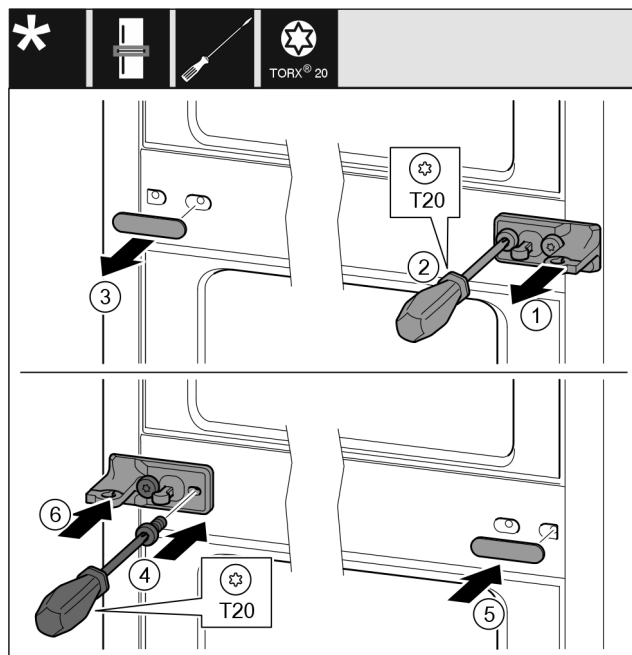

Fig. 38
- Extrageți șaiba Fig. 38 (1).
- Demontați șuruburile Fig. 38 (2) cu șurubelnița.
- Desprindeți cu precauție capacul Fig. 38 (3).
- Înșurubați ferm pe cealaltă parte suportul de lagăr cu folie Fig. 38 (4) rotit cu 180°.
- Atașați pe cealaltă parte capacul Fig. 38 (5) rotit cu 180°.
- Montați șaiba Fig. 38 (6) din față.